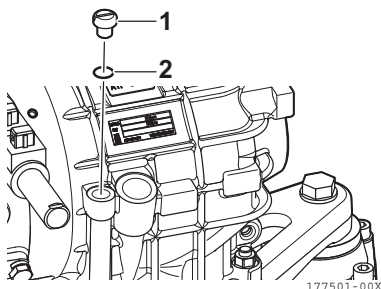

Figura 25
16. Instale o tampão (1, **Figura 25**) com o novo O-ring (2, **Figura 25**). Aperte o tampão (1, **Figura 25**) com o binário de aperto de 10 Nm, utilizando a chave dinamométrica adequada.